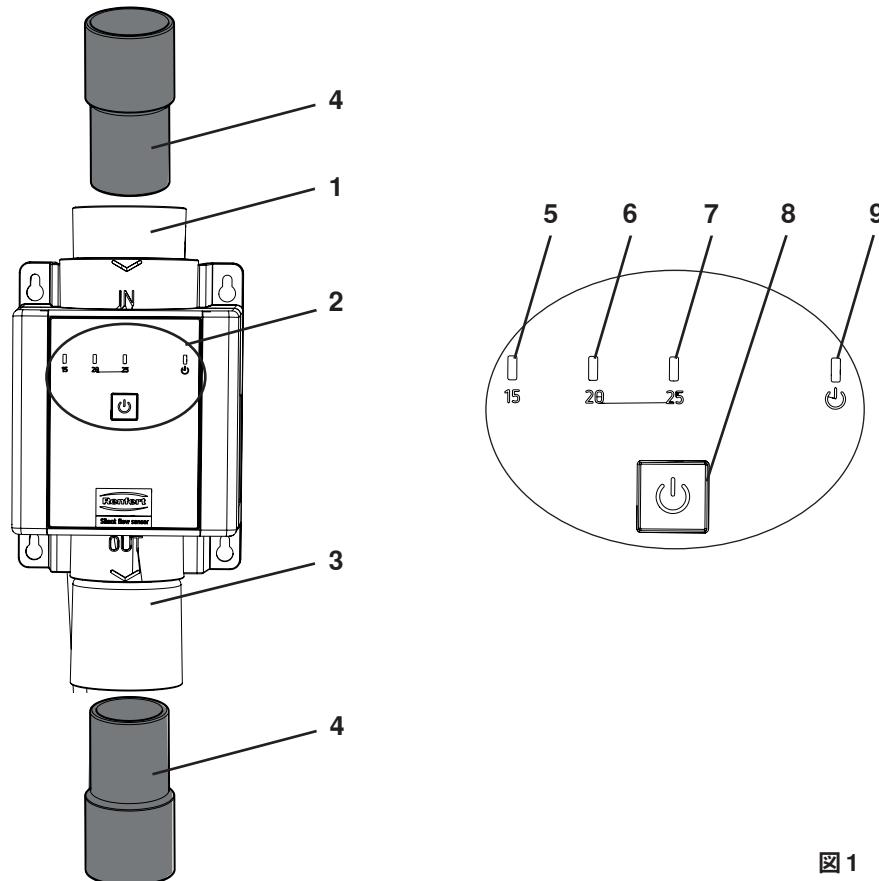
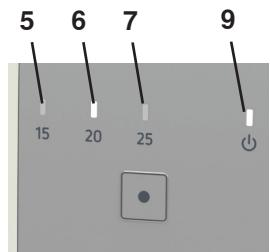

図1
図4
- ◆ 緑色の操作インジケータ（9、図4）が素早く点滅します。
- ◆ 定義されたしきい値の黄色いインジケータが点灯します（5、6、7、図4）。
- ◆ 緑色の操作インジケータ（9、図4）が点灯します。
SILENTフローセンサーが吸引点の流量を検出すると、緑色の運転ランプがゆっくり点滅します(9 図1)。流量が定義されたしきい値より大きい間は、対応するインジケータが点灯したままとなります(5, 6, 7, 図4)。